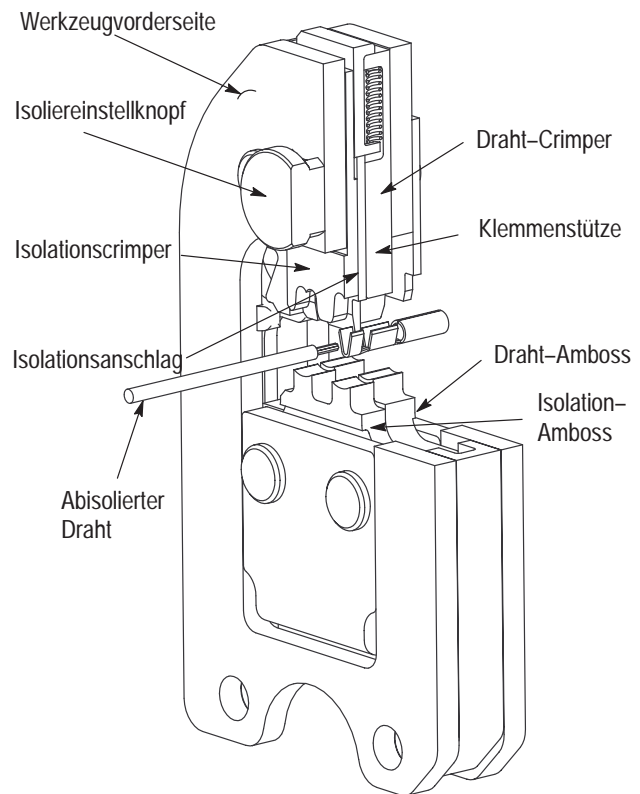

Abbildung 1
Zu den besonderen Merkmalen des Werkzeugs gehört eine feste Gesenk-Form (Crimper), eine bewegliche Gesenk-Form (Amboß), eine Aufnahme und ein Anschlag für die Isolierung und eine CERTI-CRIMP Ratsche. Viele Werkzeuge bieten als besonderes technisches Merkmal einen Einstellknopf, der dazu verwendet wird, um die korrekte Crimp-Höhe der Kontakthülse während der Tätigkeit des Crimpens zu gewährleisten. Der Anschlag positioniert den Kontakt und begrenzt die Einschubtiefe des abisolierten Drahtes in den Kontakt. Während des Crimpvorganges liegt der Anschlag der Isolierung auf dem Aufnahmeschlitz des Kontakts (siehe Abbildung 1 und 2). Die CERTI-CRIMP-Ratsche gewährleistet das vollständige Crimpen des Kontakts. Einmal eingerastet, wird die Sperrklinke nicht mehr freigeben, bis die Gesenk-Formen vollständig geschlossen worden sind.
4. Positionieren Sie axial den Kontakt in der Handzange so, dass der Anschlag für die Isolierung in den Spalt zwischen Draht- und Isolationscrimphülse hineinreicht. Die Drahhülse sollte bündig zum Anschlag der Isolierung sein. Siehe Abbildung 1 und 2.
Bei vielen Werkzeugen wird die Crimp-Höhe der Isolierhülse durch den Isolier-Einstellknopf reguliert (Abbildung 1). Die Crimp-Flanken sollte die Isolierung ohne Einschneiden in die Isolierung fest halten. Um die ordnungsgemäße Crimp-Einstellung der Isolierung zu bestimmen, machen Sie einen Crimp-Test. Verwenden Sie dazu den Kontakt eines losen Drahtstückes und Verwenden Sie die Einstellung, die dem Durchmesser der Isolierung entspricht: (1) – klein; (2) und (3) – mittel oder (4) groß. Wenn die gecrimpte Isolierhülse zu fest oder zu lose ist, ändern Sie die Einstellung durch Herausziehen und Drehen des Einstellknopfes auf die gewünschte Einstellung.
5. Überprüfen Sie den Spielraum zwischen der Oberfläche des Draht-Crimpers und des Draht-Ambosses, siehe Abbildung 1. Wenn der Spielraum 0,025 mm (0,001 Zoll) oder weniger ist (bei mindestens 2 der Oberflächen), arbeitet die Ratsche zufriedenstellend. Wenn der Spielraum 0,025 mm (0,001 Zoll) überschreitet, ist die Sperrklinke nicht richtig eingestellt und muss instandgesetzt werden, siehe Abschnitt 5.